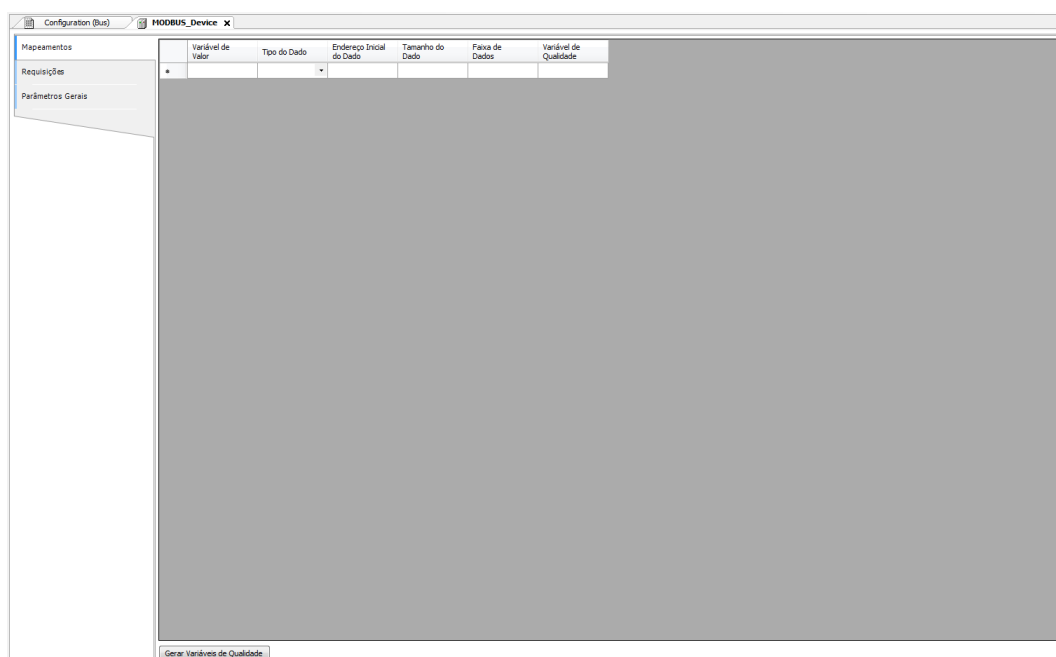

Figura 45: Tela de Mapeamentos de Dados MODBUS
- Adicionar e configurar os mapeamentos MODBUS na aba Mapeamentos conforme Figura 45, especificando o nome da variável, tipo de dados e endereço inicial do dado, o tamanho do dado e a faixa são preenchidos automaticamente.